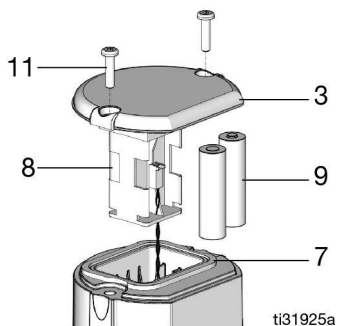

FIG. 10
1. Retirer les deux vis (11) et le couvercle (3) (FIG. 10).
2. Tirer soigneusement le support de piles (8) du contrôleur de niveau de cuve (TLM) suffisamment pour installer les piles (FIG. 10).